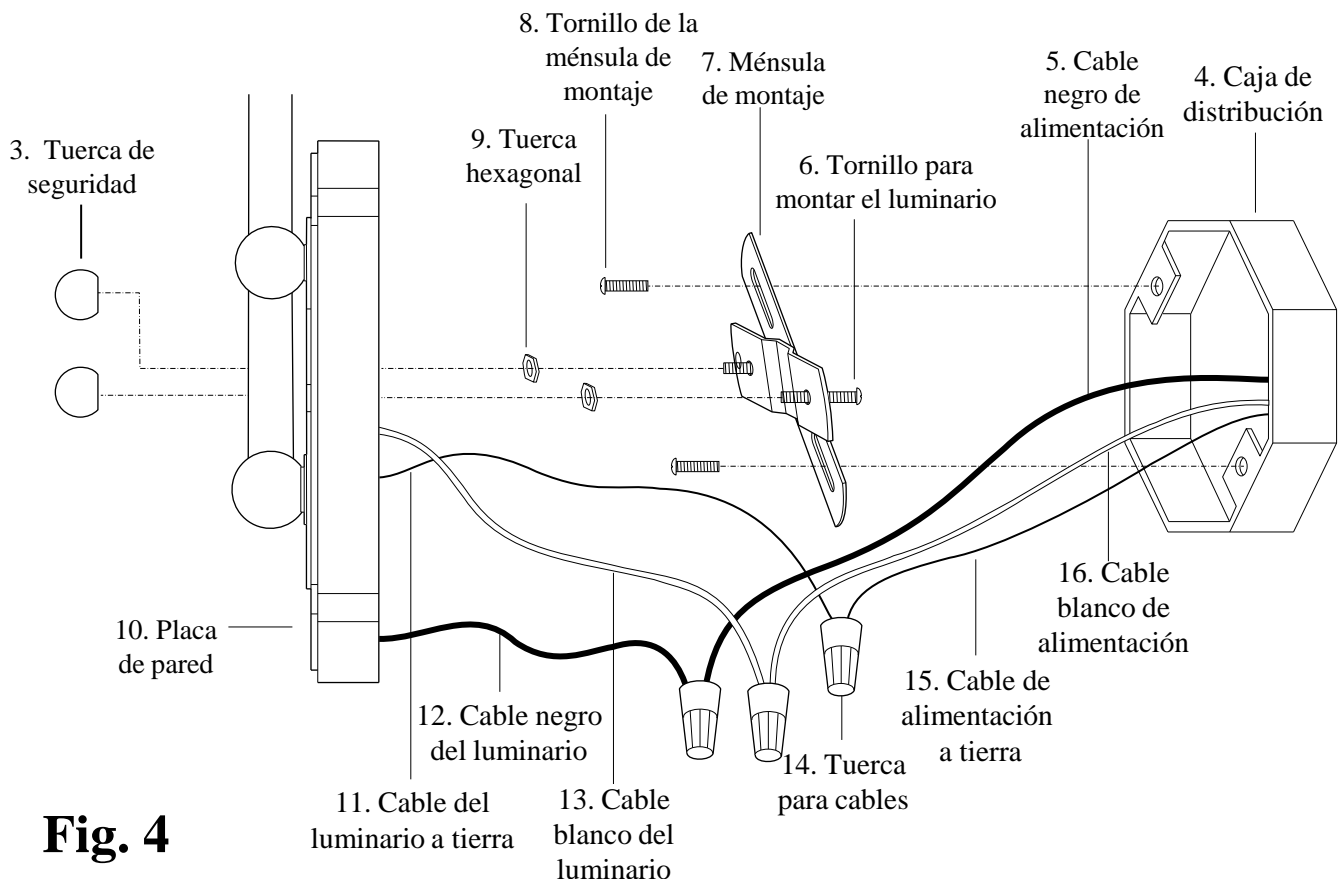

Fig. 4
4. Conecte el cable negro de alimentación (#5) con el cable negro del luminario (#12) y el cable blanco de alimentación (#16) con el cable blanco del luminario (#13), utilizando las tuercas para cables (#14). Conecte el cable del luminario a tierra (#11) con el cable de alimentación a tierra (#15), utilizando una tuerca para cables (#14) (**Fig.4**). Envuelva todas las conexiones de los cables con cinta de aislar para una conexión más segura. *Nota: Si tiene dudas con las conexiones eléctricas, consulte el código eléctrico de su localidad para los métodos aprobados para las conexiones a tierra.*